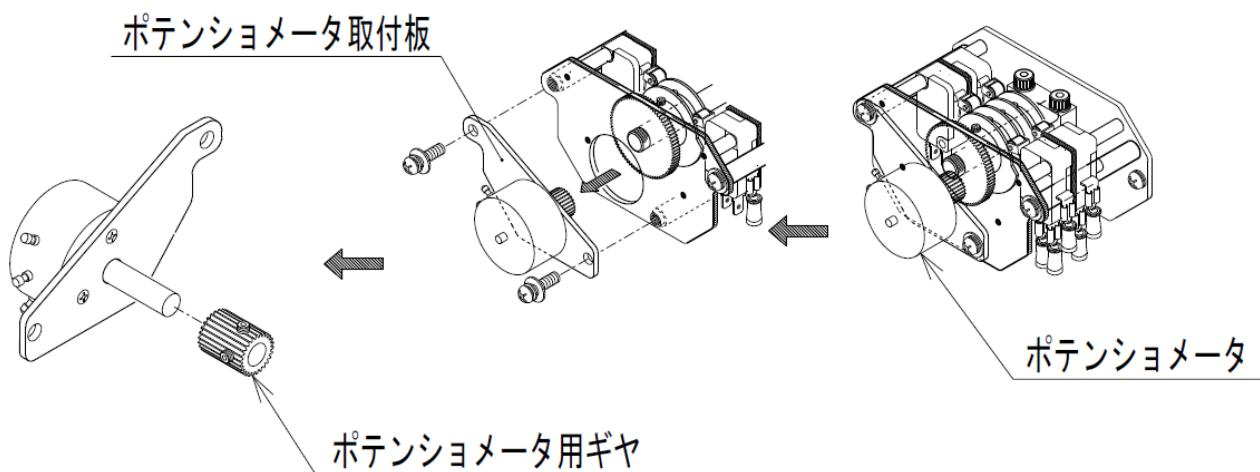

図9：ポテンショメータの取り外し
(1) ポテンショメータの交換要領（制御動作C形、巻線抵抗形ポテンショメータ  $135\Omega$  の場合）
- ①コントロールモータを電動動作で全閉位置とし電源を遮断します。
- ②コントロールモータのスイッチカバーを外します。
- ③端子箱カバーを外し、端子BM, RM, WMに接続されている外部配線を解線します。
- ④端子RM-WM間にテスタ（抵抗レンジ）をあて抵抗値を測定、記録します。
- ⑤ポテンショメータ本体の3端子に接続されているリード線色と端子番号を記録します。
- ⑥ポテンショメータの端子付近からリード線を切断します。
- ⑦ポテンショメータ取付板を取り外します。（図9参照）
- ⑧ポテンショメータに付いているギヤを外し、ポテンショメータを取付板から取り外します。